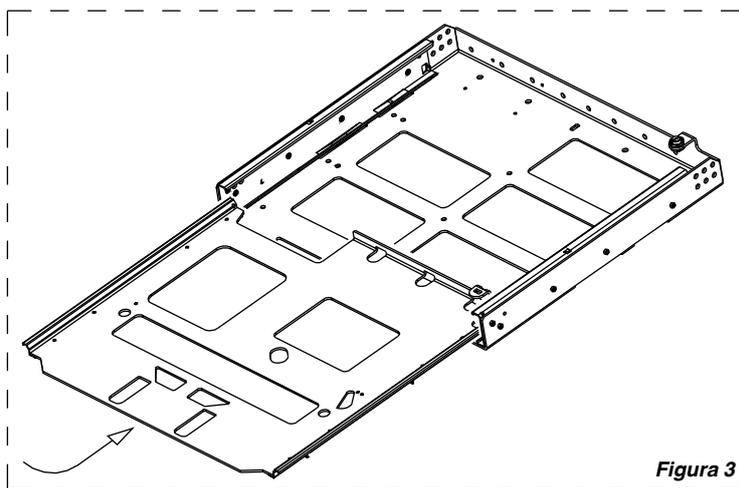

Figura 3
- Procedere poi a riassemble la base mobile precedentemente smontata come indicato nella Figura 3.